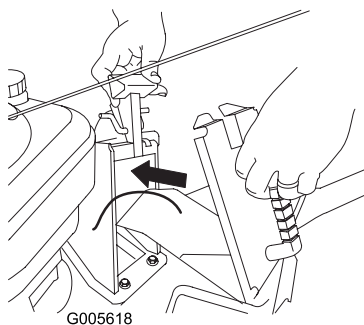

Bild 22
1. Die Auswurfkanaltür öffnen, indem der Türgriff nach hinten gezogen wird (Bild 22).
2. Die Auswurfkanaltür ganz offen halten und den Stopfen einsetzen (Bild 22).